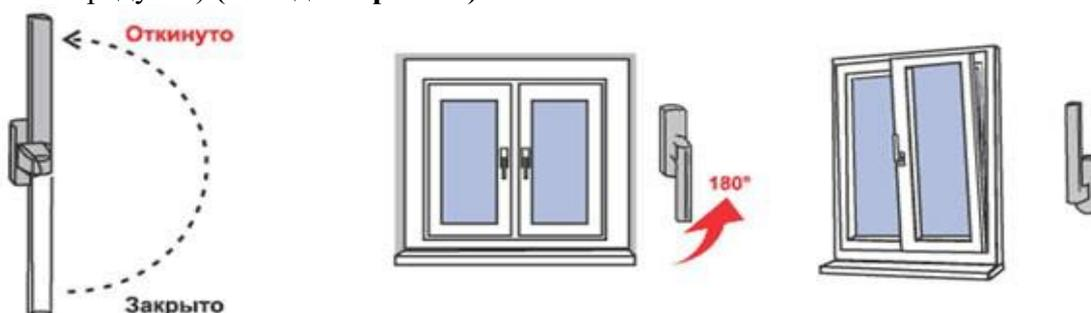

Рис. 2
2) Для перевода створки из закрытого положение в откидное, поворот створки относительно нижней горизонтальной оси, (положение «Откинута» на Рис.2) ручку поворачивают вертикально на 180 градусов вверх, затем, потянув за ручку, поворачивают створку относительно нижней горизонтальной оси на заданный изготовителем угол (не более 10 градусов) (**откидной режим**).
3) Для запираения створки из открытого или откидного положения ее сначала закрывают и, придерживая створку рукой, поворачивают ручку вертикально вниз (положение «Закрыто» на Рис. 2).